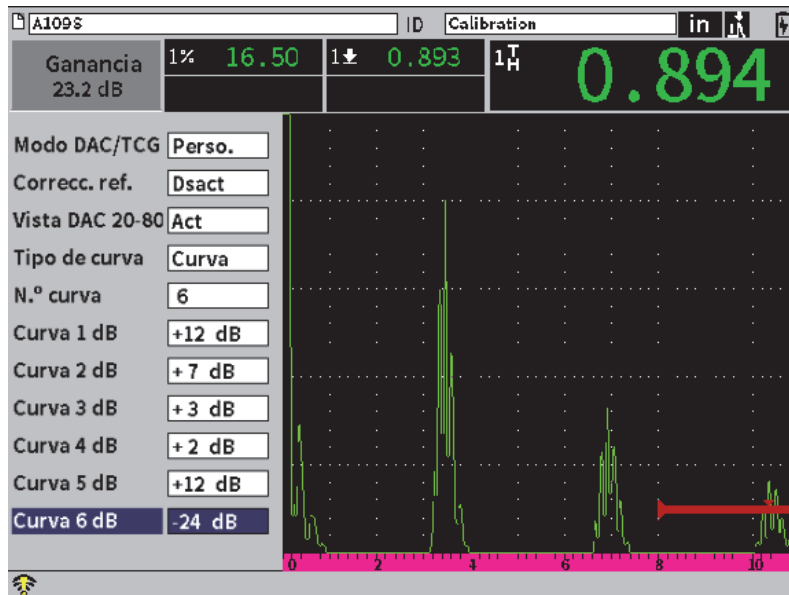

Figura 11-17 Configuración de curvas DAC personalizadas
4. Seleccione el parámetro **N.º curva** para usarlo de manera adicional con la curva principal (vea la Figura 11-17 en la página 197).